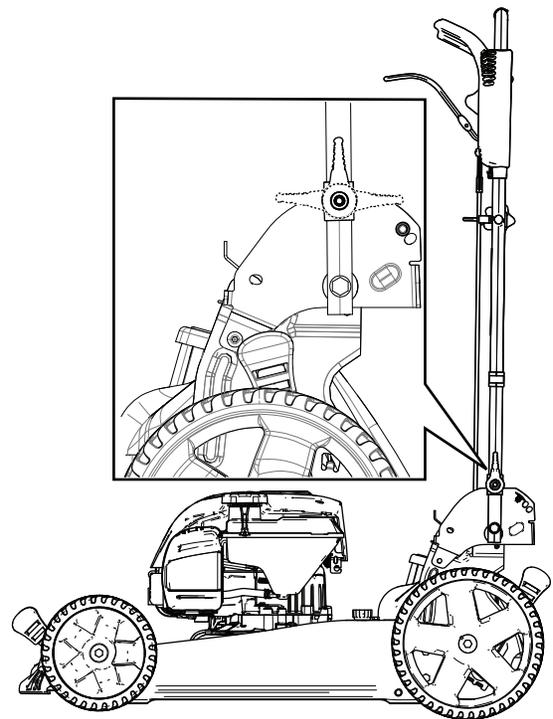

Figure 25
2. Rabattez le guidon vers l'avant soit à la verticale soit complètement abaissé, comme montré à la Figure 25.